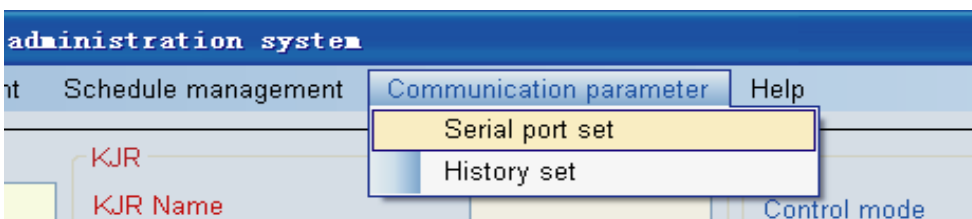

Рис. 4-50
4) “ Раздел“Communication parameter” («Параметры связи») включает : “Serial port set”(«Настройка порта с последовательным выводом данных») и “History set” «Настройка истории» (см. Рис.4-50).